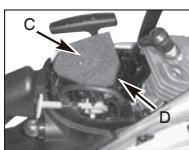

Fig. 15B
- Tirare fuori il filtro dell'aria (C) dalla scatola dell'aria (D) (Fig. 15B).